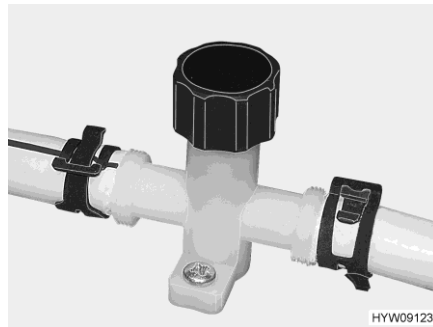
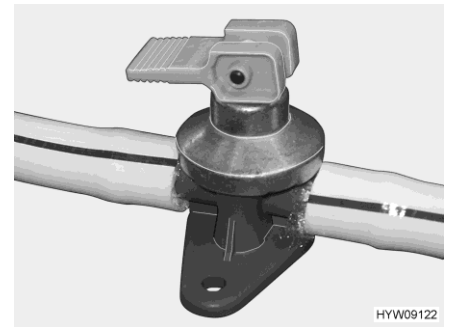

Fig. 125 Robinet de vidange (conduite d'eau)
Fig. 126 Robinet de vidange (chauffe-eau Alde)
- Fermer les robinets de vidange. Tourner pour cela le capuchon (Fig. 125) dans le sens des aiguilles d'une montre et le levier à bascule (Fig. 126) à l'horizontale.
- Ouvrir les robinets de vidange. Tourner pour cela le capuchon (Fig. 125) dans le sens inverse des aiguilles d'une montre et mettre le levier à bascule (Fig. 126) à la verticale.